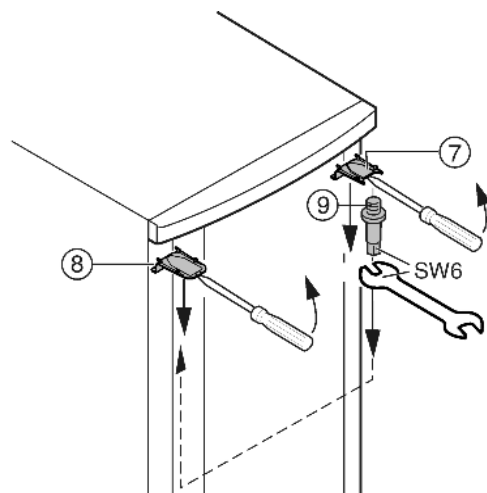

Fig. 7
- ▶ Popustite sprijeda odvijačem gornji pokrov Fig. 7 (7) i pokrov Fig. 7 (8) i uklonite ih koso prema dolje.
- ▶ Odvrnite svornjake ležišta Fig. 7 (9) i zavrnite ih na suprotnoj strani (silom od 4 Nm).
- ▶ Ponovo montirajte pokrov Fig. 7 (7) na strani svornjaka ležišta: umetnite ih straga, a zabravite sprijeda.
- ▶ Montirajte pokrov Fig. 7 (8) na suprotnoj strani: umetnite ih straga, a zabravite sprijeda.
- ▶ Objesite vrata gore u svornjak ležišta Fig. 7 (9).